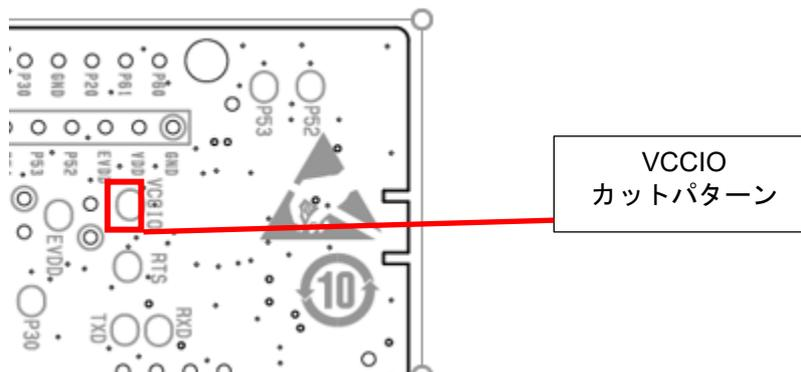

図 5-11 : VCCIO カットパターン位置
電流測定ヘッダ (J18) 間に電流計を挿入し電流測定します。評価 MCU 以外での消費を抑えるためカットパターン (VCCIO) をカット (図 5-11 参照)、LED は消灯した状態で計測ください。
USB を接続せずに使用される場合には、本カットパターン（VCCIO）をカットしてご使用ください。カットパターンの位置を図 5-11 に示します。また J15 ヘッダ（ヘッダ部品は未実装）はオープンとしてください。
*4:USB 給電を行わない場合は、J15 オープンとし、カットパターン VCCIO をカット (図 5-11 参照) してご使用ください。